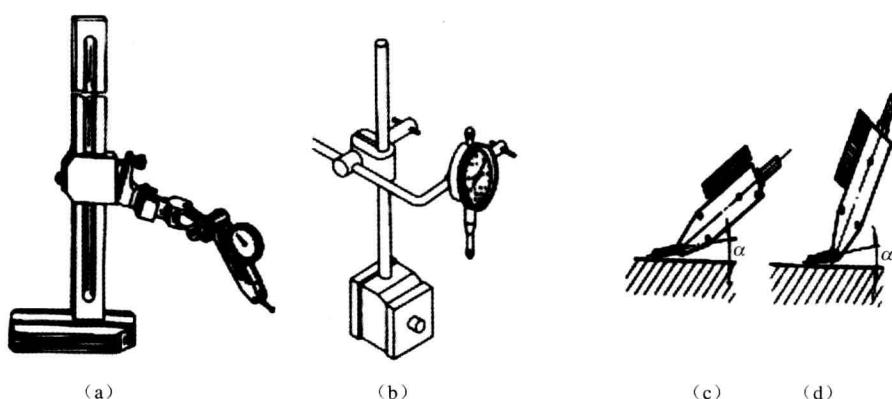

图1-20 百分表使用方法
钟面式百分表一般与磁性表座配合使用，如图 1-20（b）所示。其操作步骤如下。
- ① 在磁性表座上装上百分表的夹脚。
- ② 根据校正需要将表座吸在机床导轨面上。
- ③ 将百分表安装在夹脚上，调整杠杆测头轴线与测量面一个 α 角（约小于15°的夹角），如图1-20(c)、(d)所示。
- ④ 使百分表测头与测量面接触后，指针转动约0.2mm，然后转动表盘使指针对准“0”位。
- ⑤ 百分表安装在高度游标尺上使用，如图1-20(a)所示。首先将高度尺划线量爪卸下，旋转180°安装，然后再装上弹性夹头、百分表。使用时，根据测量需要调节高度尺即可。